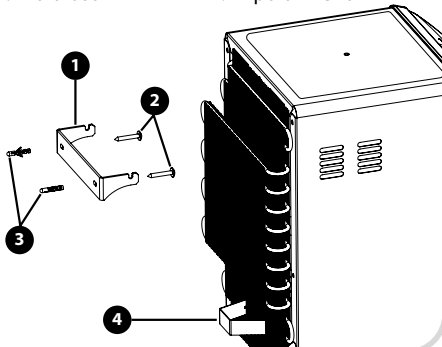

Figura 2
4. Encaixar o apoio inferior (4) no condensador aramado (grade preta localizada atrás do purificador "parte interna"), um lado e depois outro lado, ver FIGURA 2;